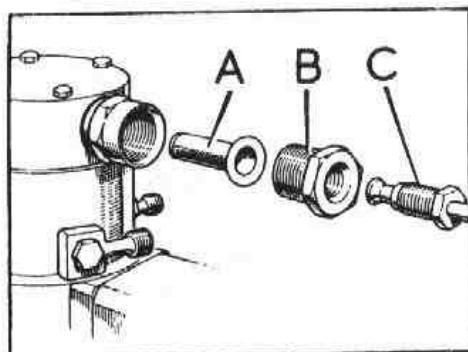

Fig. L1-7 Limpieza del filtro de entrada de la bomba inyectora
- 3.1. Desconectar la tubería, C (Fig. L1-7) de entrada de combustible a la bomba.
- 3.2. Desmontar el racor, B (Fig. L1-7) de la tapa cabezal bomba inyectora.
- 3.3. Extraer el filtro de malla, A (Fig. L1-7), teniendo la precaución de mantener en su posición, el muelle interior de la tapa y tapón regulador de presión de transferencia.